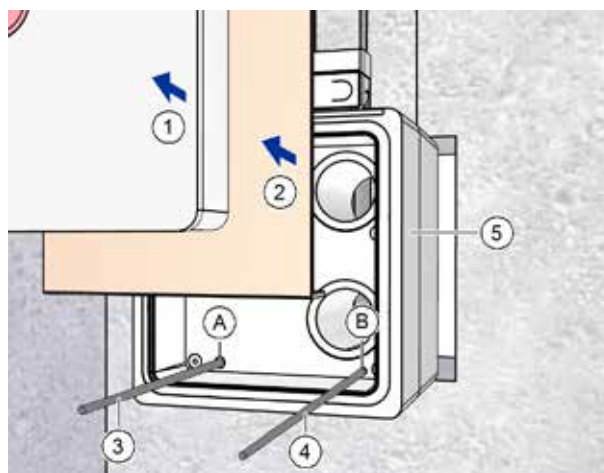

Fig. 14: Inserimento della cassetta a muro
- ▶ Rimuovere il coperchio di protezione dall'intonaco (pos. 1 nella Fig. 14) e l'inserto di cartone (pos. 2 nella Fig. 14) dalla cassetta a muro (pos. 5 nella Fig. 14).
- ▶ Fare passare il cavo di rete (pos. 3 nella Fig. 14) attraverso il foro A (pos. A nella Fig. 14).
- ▶ Se necessario, forare il foro chiuso B (pos. B nella Fig. 14) con un cacciavite.
- ▶ Event. far passare il cavo di comando (pos. 4 nella Fig. 14) attraverso il foro B (pos B nella Fig. 14).
- ▶ Spingere completamente la cassetta a muro (pos. 5 nella Fig. 14) nell'apertura del muro.